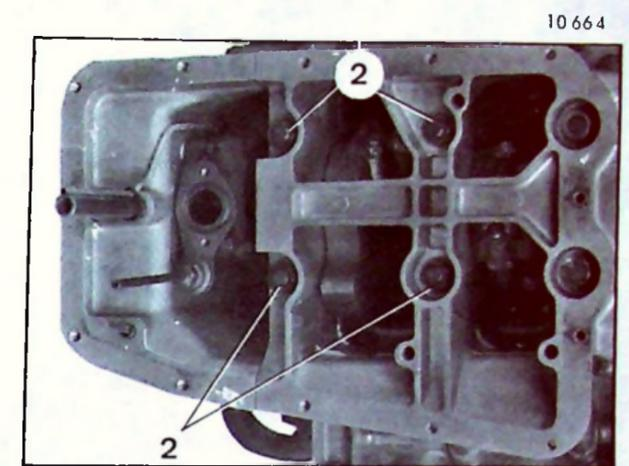

Figure 2
- Déposer les quatre écrous (2) des paliers de la ligne d'arbre (figure 2).